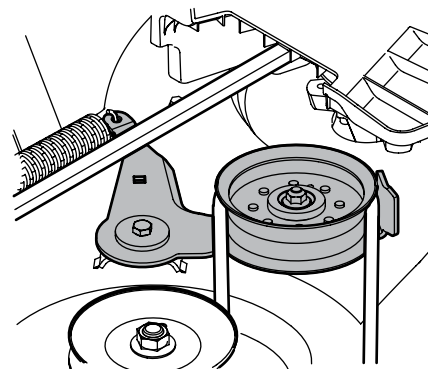

Figura 4-3
8. Desde el lado derecho del tractor, inserte una llave de trinquete de $\frac{3}{8}$ ", regulada para *ajustar*, en el orificio cuadrado de la polea loca. Vea la Figura 4-3.
- Pivote la llave hacia adelante para mover la polea de transmisión de la plataforma hacia adelante. Vea la Figura 4-3.